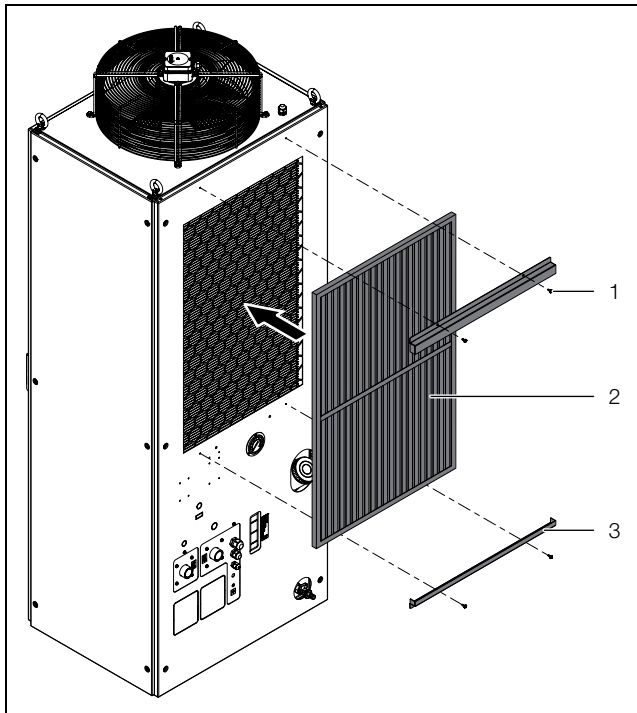

Fig. 11 : montage des filtres métalliques
- Monter les deux supports (fig. 11, pos. 3) à l'aide des vis de fixation (fig. 11, pos. 1) sur la face arrière du refroidisseur d'eau.